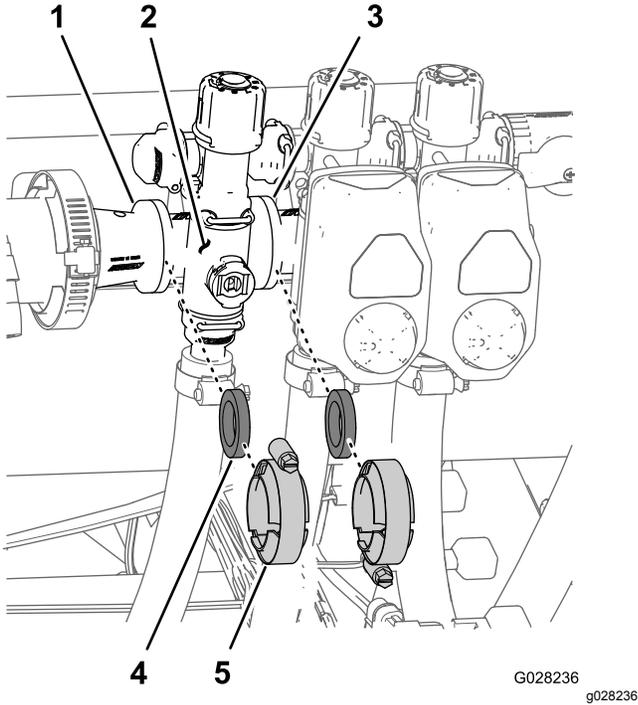

Figura 73
1. Retire las abrazaderas y las juntas que sujetan el distribuidor de la válvula de sección (**Figura 73**) a la válvula de sección adyacente (si es la válvula de sección de la izquierda, al racor reductor).